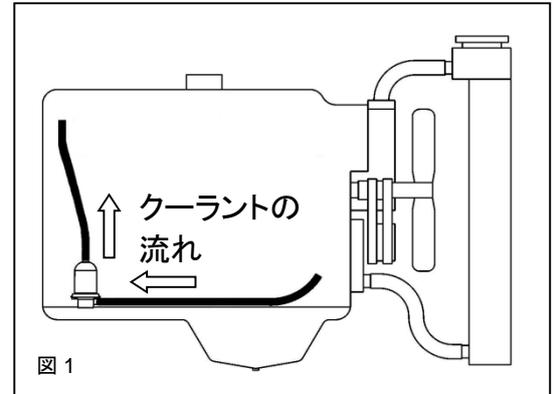
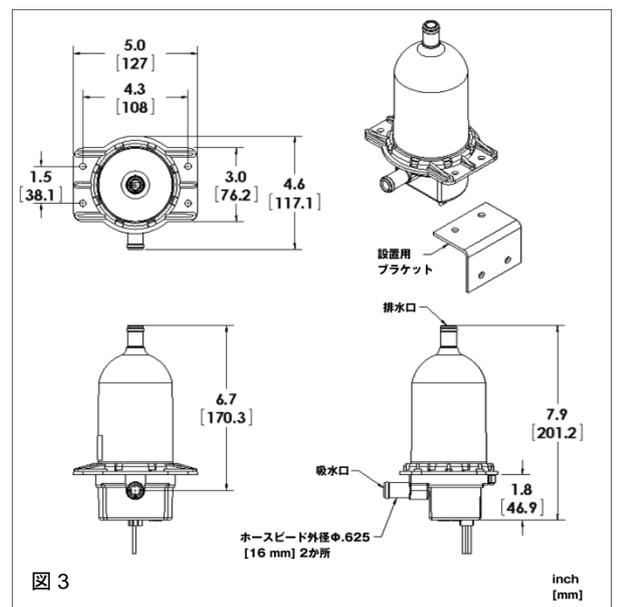

図 1
図 3
ヒーターの取付場所を選定するときは、取付場所、ヒーターの吸水口と排水口、エンジンのクーラント吸排口、ホースや電源コードの位置関係について十分に検討します。エンジン側のクーラント吸水口(エンジンへのリターンホースの接続先)と排水口(ヒーターへのサプライホースの接続先)にはエンジンの同じ側面のできるだけ離れた場所を選んでください。さらに、吸水口は排水口より可能なかぎり高い位置になるようにします(図 1 参照)。これによって、エンジン全体を効率的に温めることができます。
- 付属の金具を使用して、ヒーターの排水口がエンジン側のクーラント吸水口の可能なかぎり直下になるように、さらに、ヒーターがウォータージャケットの最下部よりも低くなるように、ヒーターをエンジンフレームまたはスキッドに取り付けます(図 1、図 3 参照)。